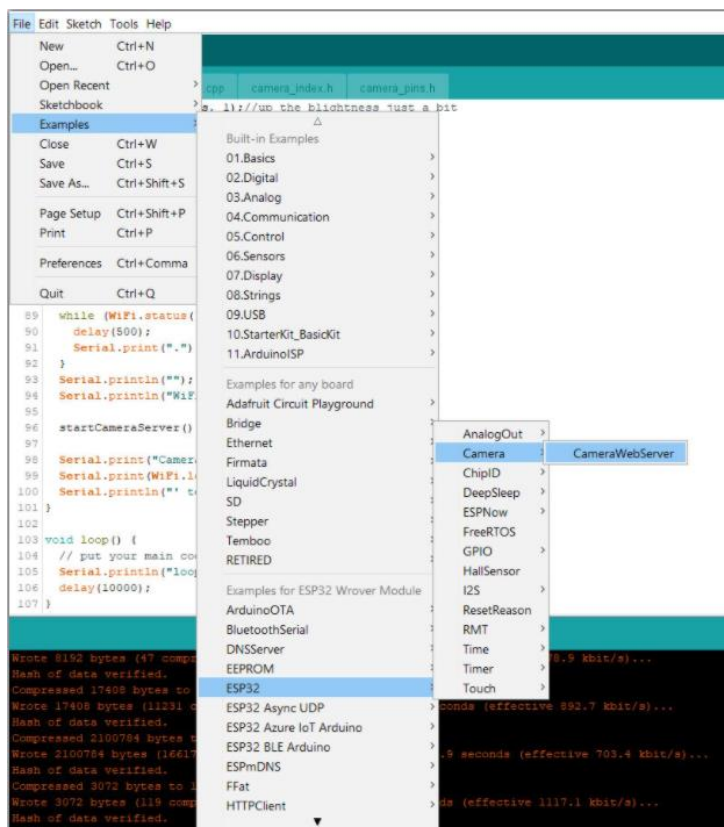

Рисунок 2.15 – Налаштування камери
**Крок 3.** Відкриваємо Arduino IDE приклад для роботи з камерою. Для цього йдемо в File - Examples - ESP32 - Camera – CameraWebServer Рисунок 2.15: